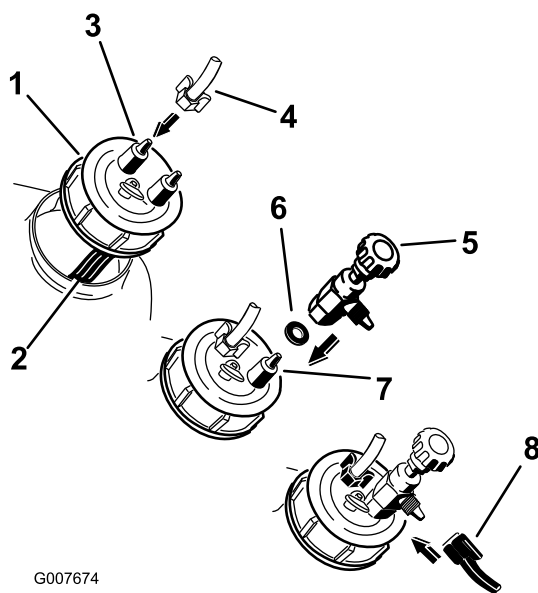

Figure 15
2. Montez le flexible de boucle de 0,9 m et le régulateur sur le bouchon noir (Figure 15).